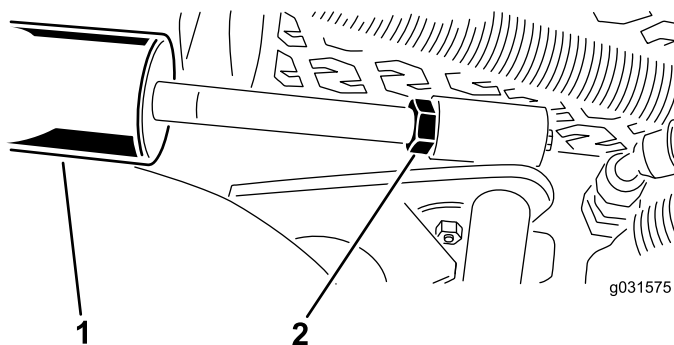

Bild 15
- A. Senken Sie die Schneideinheiten ab und drehen Sie die Klemmmutter am Zylinder heraus (Bild 15).